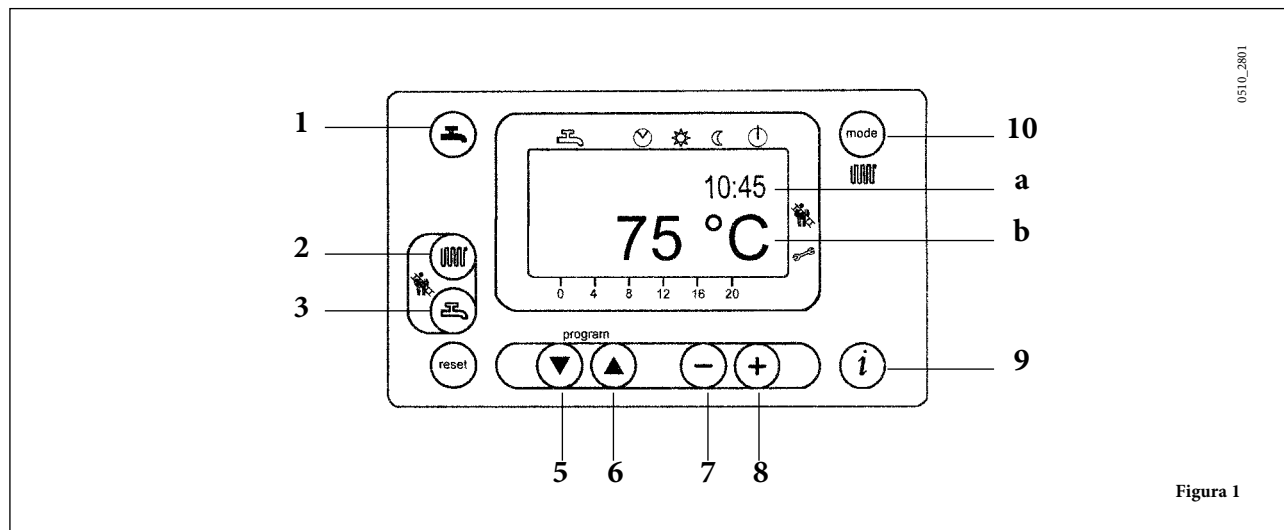

Figura 1
- Apăsați tasta H (2- figura 1) pentru a seta temperatura de încălzire a apei;
- apăsați una din tastele H mode (1 sau 10 - figura 1) pentru memorizare și revenire la meniul principal.
N.B. – Cu sonda externă racordată, cu ajutorul tastei H (2 – figura 1) este posibilă translația curbei de încălzire. Apăsați tastele $-$ $+$ pentru a diminua sau mări temperatura ambientă a încăperii ce trebuie încălzită.
- Apăsați tasta H (3- figura 1) pentru a seta temperatura maximă a apei menajere;
- apăsați una din cele două taste H mode (1 sau 10 - figura 1) pentru memorizare și revenire la meniul principal.